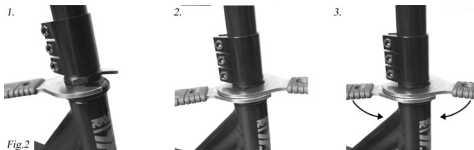

Fig.2
4. Se tiver chaves de caixa de direção, aperte as duas porcas juntas. Desta forma, prolonga a vida útil até ao próximo ajuste (Fig. 2).